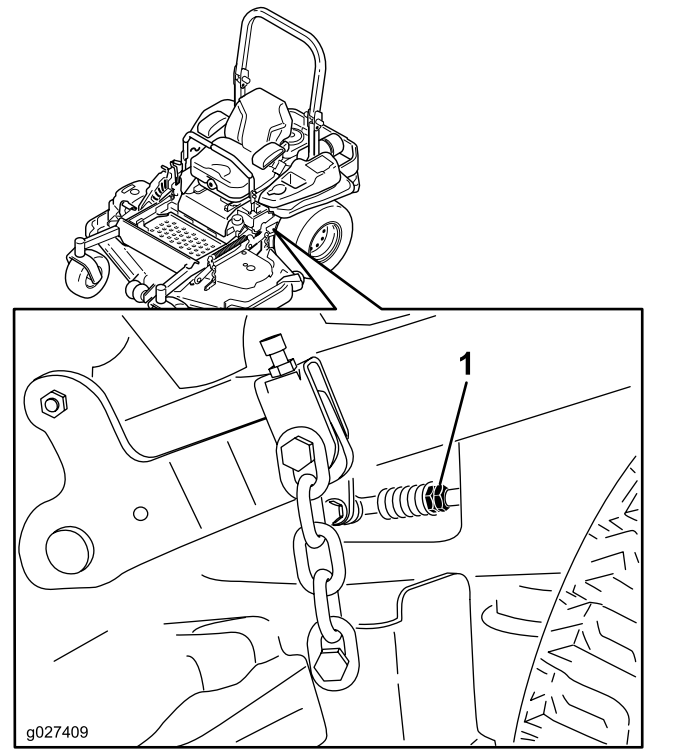

Figura 98
11. Ajuste la longitud de las varillas de control de las bombas girando las tuercas dobles de la varilla en el sentido apropiado, hasta que las ruedas se muevan ligeramente en marcha atrás (Figura 98).